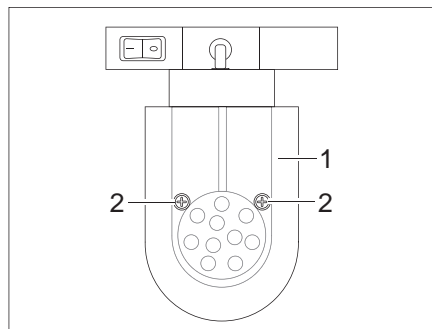

Bild 178 LED-spotlight (förskjutningsbar)
- Lossa fästskruvarna (Bild 178,2).
- Ta försiktigt bort lampglaset (Bild 178,1).